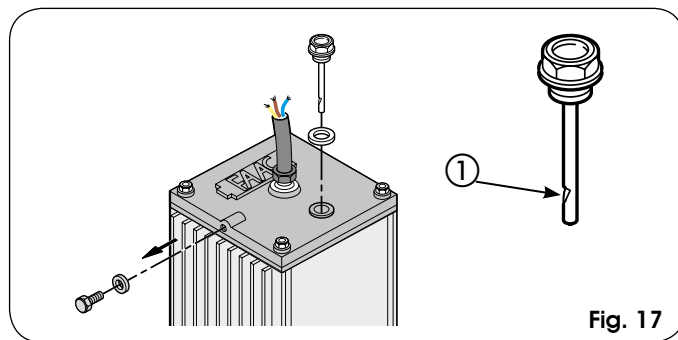

Fig. 17
El nivel no debe descender por debajo de la muesca de la varilla de control (Fig. 17 ref ①).
Para reponer el nivel de aceite, desenrosque el tapón de llenado (Fig. 17 y vierta el aceite hasta llegar al nivel deseado.
La llave de desbloqueo entregada en dotación puede ser triangular (Fig.17 ref. ①) o personalizada (Fig.17 ref. ② opcional).